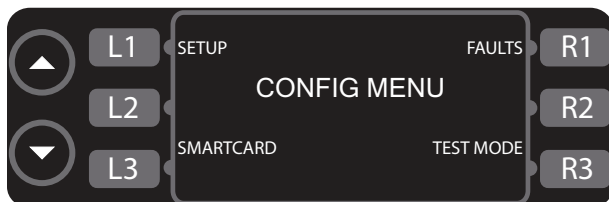
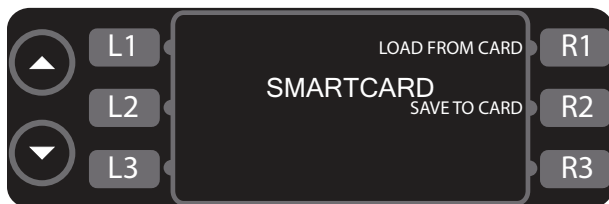

Рис. 16. Режим конфигурирования
Рис. 17. Экран смарт-карты
В РЕЖИМЕ КОНФИГУРИРОВАНИЯ (рис. 16) можно выполнять четыре указанных ниже задачи.
1. Нажмите кнопку L3 (рис. 16) для входа в экран смарт-карты (рис. 17).
- Нажмите кнопку R1 для загрузки меню со смарт-карты в печь (рис. 17).
- Нажмите кнопку R2 для сохранения меню из печи на смарт-карту (рис. 17).
В РЕЖИМЕ КОНФИГУРИРОВАНИЯ (рис. 16) нажмите кнопку R1 для входа в экран счетчика ошибок (рис. 20, стр. 16). На дисплее печи будет показываться количество произошедших ошибок.
В РЕЖИМЕ КОНФИГУРИРОВАНИЯ (рис. 16) нажмите кнопку L1 для входа в РЕЖИМ НАСТРОЙКИ. Функции РЕЖИМА НАСТРОЙКИ позволяют пользователю изменять несколько параметров печи, см. дополнительную информацию ниже.